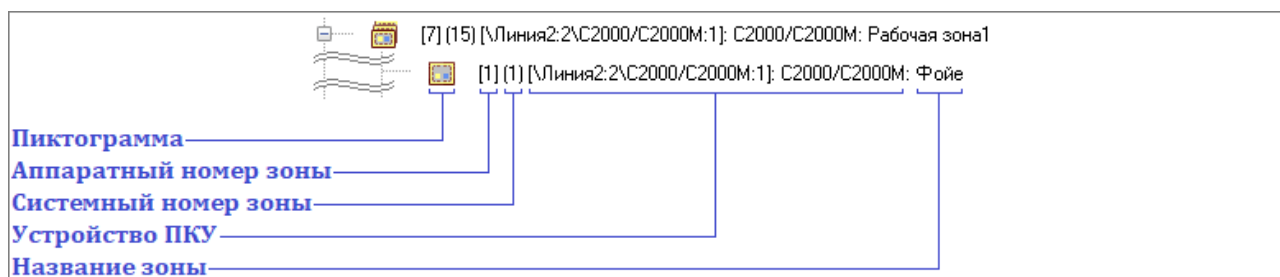

Рисунок 6-290 Отображение объекта "Аппаратная зона" в дереве зон как принадлежащего узлу "Аппаратная группа зон"
- узлу «Аппаратная группа зон» (см. Рисунок 6-290),